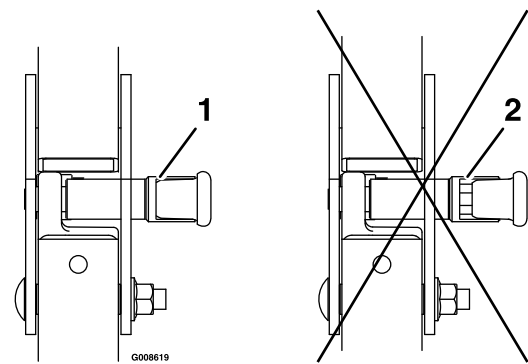

Figura 9
3. Presione sobre la barra para asegurarse de que las clavijas han quedado encajadas (Figura 9).